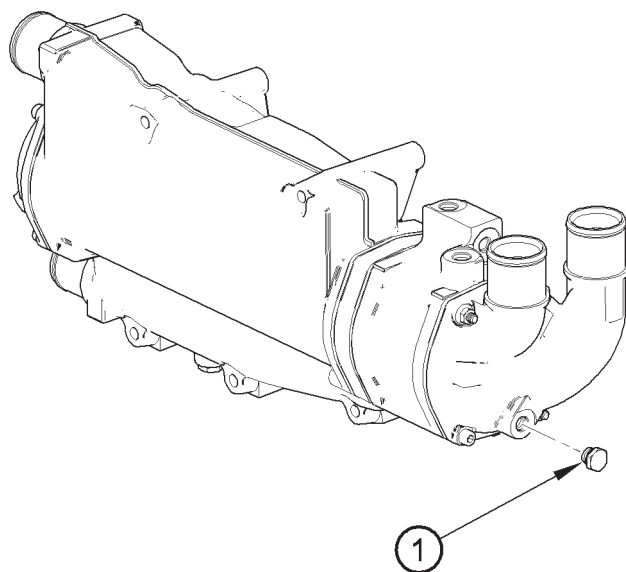

Figure 5
2. Retirez le bouchon de vidange (Figure 5, repère 1) du refroidisseur d'huile d'inverseur. Vérifiez que l'orifice de vidange n'est colmaté.